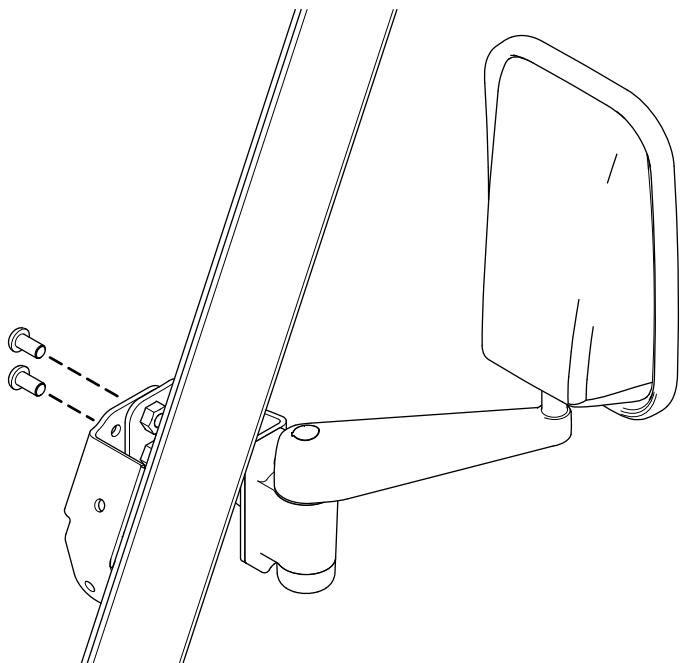

Bild 2
2. Befestigen Sie die Spiegelbaugruppe mit zwei Torx-Schrauben an der Halterung des Überrollschutzes (Bild 2).